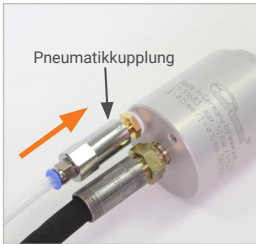

Abbildung 5
- ▶ Stecken Sie die Pneumatikkupplung (Pos. 4) auf das Steuer- / Entlüftungsventil (Pos. 3) auf und halten Sie Kupplung aufgesteckt (*Abbildung 5*). Durch das Aufstecken der Pneumatikkupplung wird ein kurzer Druckimpuls auf das Steuer- / Entlüftungsventil gegeben. Die elastischen Frontdichtungen (Pos. 7) oder Hauptdichtungen (Pos. 8) werden komprimiert, der Adapter stellt eine druckdichte Verbindung her.